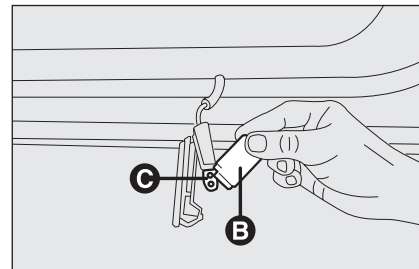

fig. 37
- appuyer latéralement sur l'écran de l'ampoule **B**-fig. 37 en correspondance des deux pivots de fixation et le tourner;
- remplacer l'ampoule **C**-fig. 37 insérée à pression;